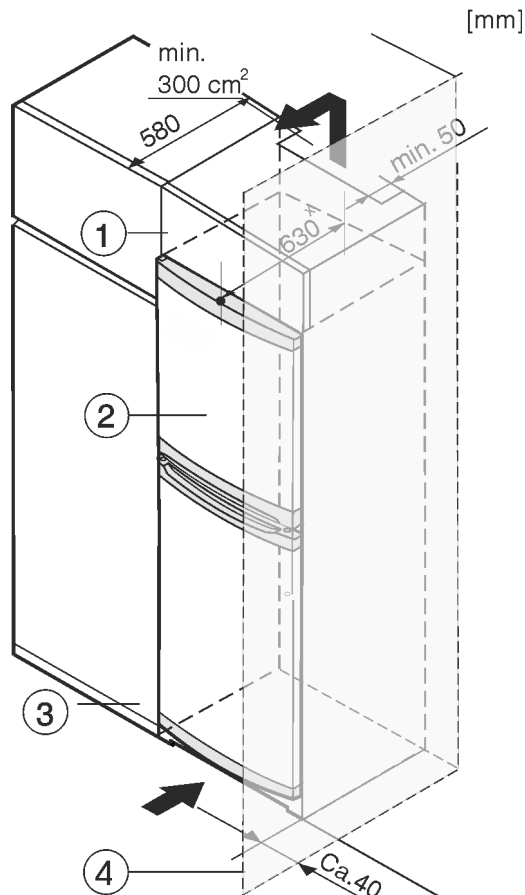

Fig. 8
- (1) Nadstavná skrinka
- (2) Zariadenie
- (3) Kuchynská skriňa
- (4) Stena
Zariadenie môže byť zabudované medzi kuchynskými skriňami. Aby sa zariadenie Fig. 8 (2) prispôbilo výške kuchynskej linky, môže sa nad zariadením umiestniť nadstavná skrinka Fig. 8 (1).
Pri vstavaní s kuchynskými skriňami (hĺbka max. 580 mm) je možné zariadenie inštalovať priamo vedľa kuchynskej skrine Fig. 8 (3). Zariadenie vyčnieva nabok 34 mm * a v strede zariadenia 50 mm * oproti prednej časti kuchynskej skrine.
Ak je zariadenie umiestnené so zavesením vedľa steny *Fig. 8 (4)*, musí vzdialenosť medzi zariadením a stenou činiť minimálne 40 mm. To zodpovedá presahu držadla pri otvorených dverách.